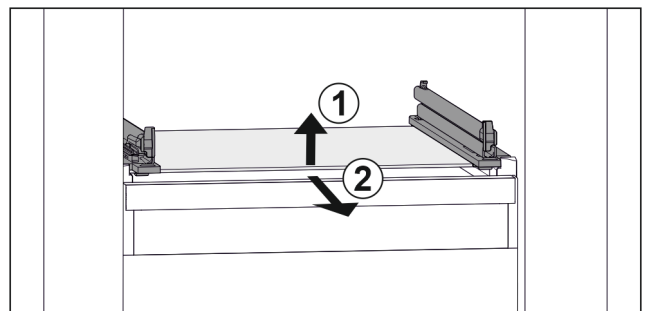

Fig. 39 Representación de la placa de vidrio a modo de ejemplo
- ▶ Levante la placa de vidrio por delante. Fig. 39 (1)
- ▶ Retire la placa de vidrio hacia delante. Fig. 39 (2)